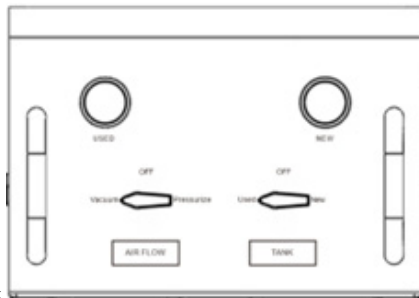

Fig. 6.
3. Sul pannello girare la valvola sinistra "AIR FLOW" (flusso d'aria) in posizione "Vacuum" (vuoto) e la valvola destra "TANK" (serbatoio) in posizione "Used" (usato) (Fig. 6), aprire la valvola sul tubo del liquido usato (trasparente). Quindi aprire la valvola dell'aria dell'officina e si creerà un vuoto fino a -20inHg sia nel serbatoio del fluido usato che nel veicolo, e l'antigelo inizierà a fluire dal veicolo nel serbatoio del fluido usato del macchinario, e i tubi del veicolo collaseranno.